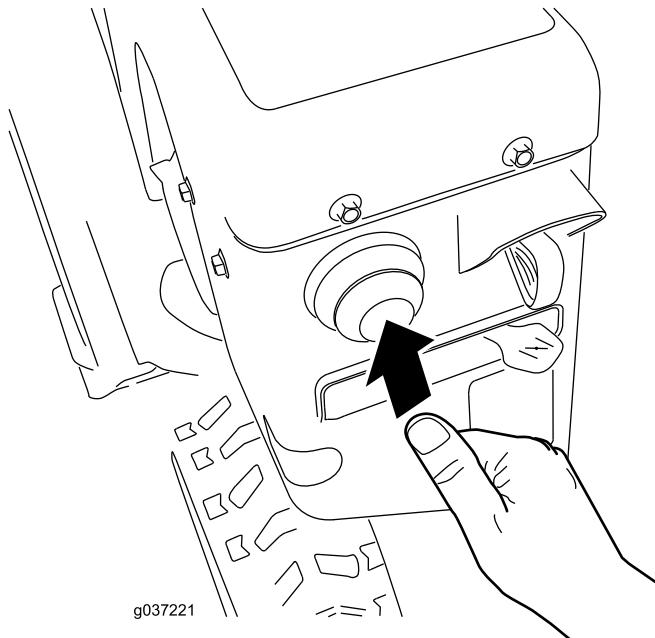

**Bild 25**
3. Stecken Sie den Zündschlüssel ein (Bild 25).